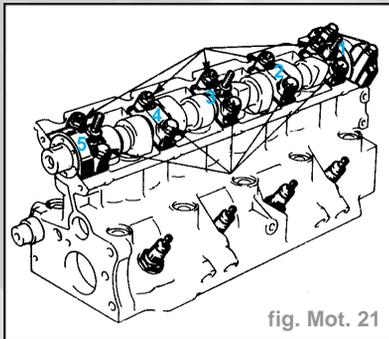

fig. Mot. 21
- Déposer les paliers d'arbre(s) à cames (fig. Mot. 21).